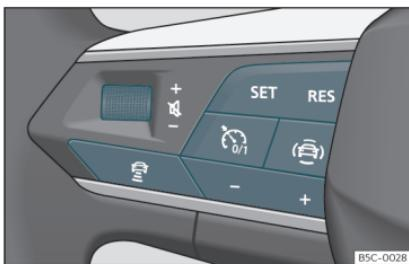

Fig. 170 En el volante multifunción: botones para manejar el ACC
Su vehículo dispone de ACC si dispone de menú de configuración en el sistema de infotainment »» pág. 97, y si dispone de los botones propios de la función ACC en el volante multifunción »» **fig. 170**.
- Para comenzar la regulación presione el botón **SET** »» **fig. 170**.
Para programar la velocidad pulse los botones **+** o **-** »» **fig. 170** hasta la velocidad deseada. El ajuste de velocidad se realiza en intervalos de 10 km/h (5 mph).
- Pulse el botón y, a continuación, el botón **+** o **-** »» **fig. 170**.